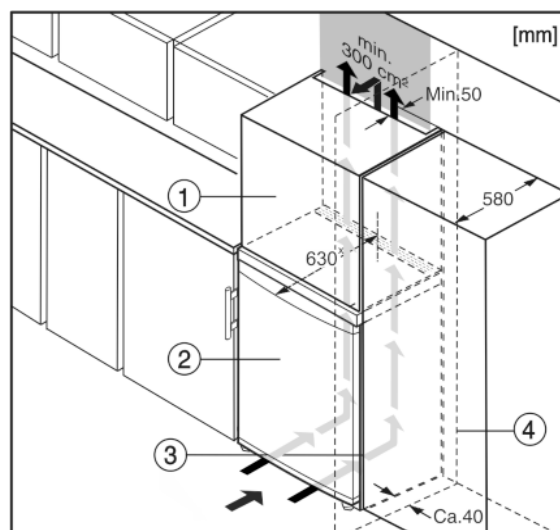

Fig. 6
Het apparaat kan in keukenkasten worden ingebouwd. Om het apparaat Fig. 6 (2) aan de hoogte van het keukenblok aan te passen, kan boven het apparaat een opzetkast Fig. 6 (1) worden aangebracht.\*
Bij een ombouw met keukenkasten (diepte max. 580 mm) kan het apparaat direct naast de keukenkast Fig. 6 (3) worden geplaatst. Het apparaat steekt aan de zijkant 34 mm\* en in het midden 50 mm\* uit ten opzichte van het keukenkastfront.\*
Plaatst u het apparaat met de scharnierkant naast een muur Fig. 6 (4), dan moet de afstand tussen apparaat en muur minstens 40 mm bedragen. Dit in verband met het uitsteken van de deurgreep bij een geopende deur.